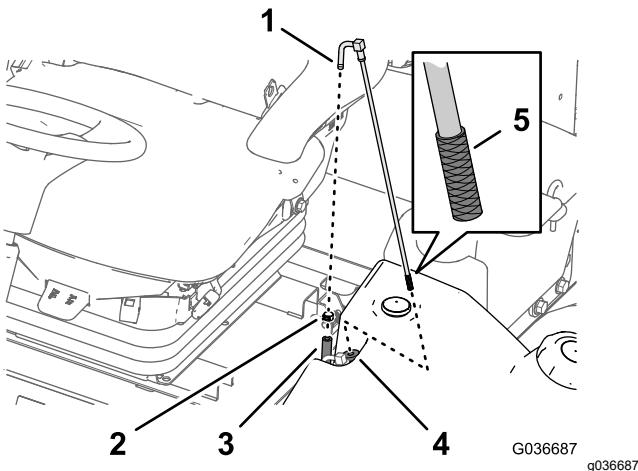

图 53
1. 取下将供油软管固定至燃油集油管接头的软管夹 图 53。
2. 从接头上分开软管 图 53。
3. 将燃油集油管从油箱中提起 图 53。
4. 清洁燃油集油管端部滤网上的任何杂质 图 53。
5. 先将燃油集油管插入橡胶轴套然后再插入油箱 图 53。